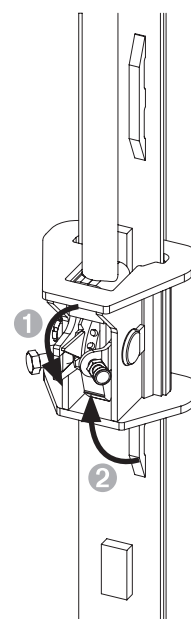

Fig. D2.04
2. Impostare le unità di commutazione in tutte le teste di ripresa su "Movimentare la piattaforma". (Fig. D2.04)